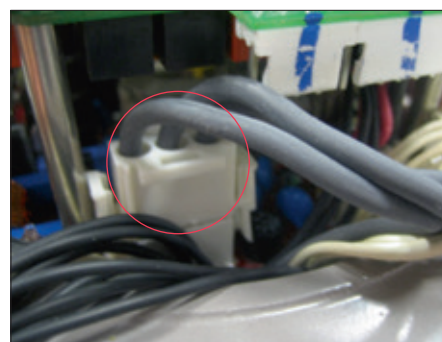

Figura 28
- Rimuovere il cavo dell'alimentazione a 3 fili dalla scheda di alimentazione, come indicato in Figura 28.